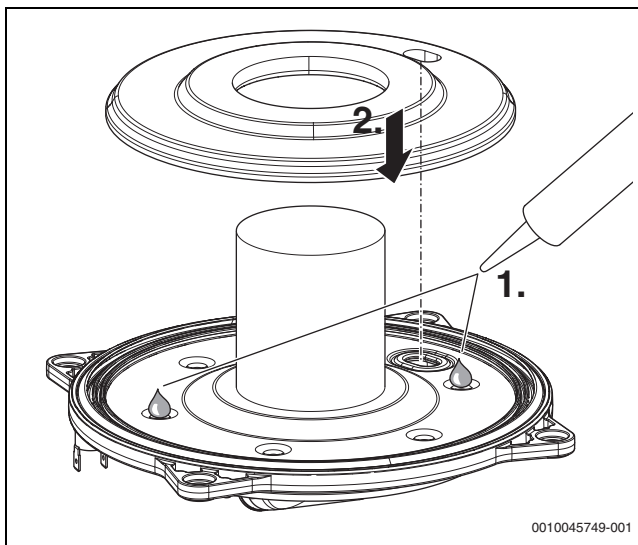

Fig. 69 Appliquer de la colle en silicone et poser une nouvelle isolation
- ▶ Appliquer de la colle en silicone résistante à la température (produit d'étanchéité résistant aux hautes températures (> 250 °C)) sur les deux cavités, comme indiqué sur la → figure 69.